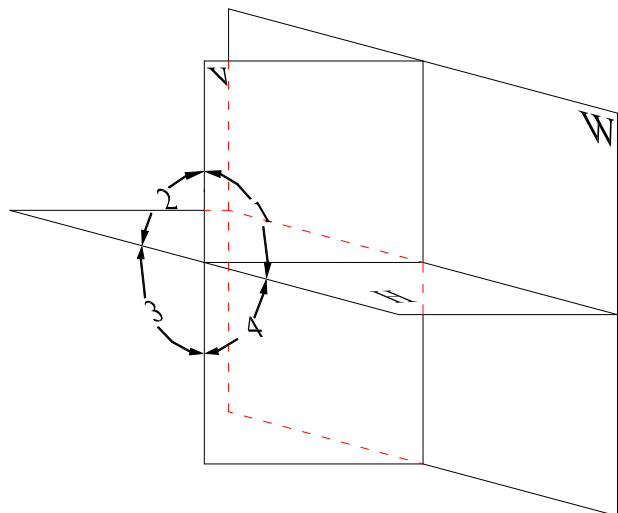

图3-3: 四个角
(2) 第三角度法
①三个互相垂直的投影面V, H, W, 将W面左侧空间划分为四个区域, 按顺序分别称为第一角、第二角、第三角、第四角, 如图3-3所示。